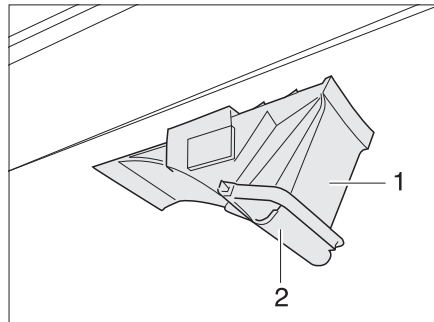

Fig. 15 Cale de roues
- Faire basculer l'étrier de fixation (Fig. 15,1) vers le bas.
- Retirer la cale de roue (Fig. 15,2) de la fixation.